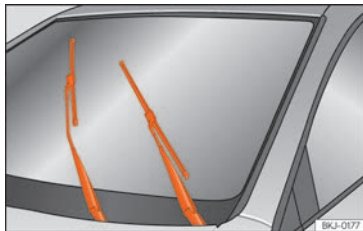

Fig. 82 Essuie-glace en position d'entretien.
- Connectez puis coupez le contact d'allumage puis (après environ 9 secondes), déplacez le levier des essuie-glaces vers le bas (balayage bref). Les balais se déplacent à la position de maintenance »» fig. 82.